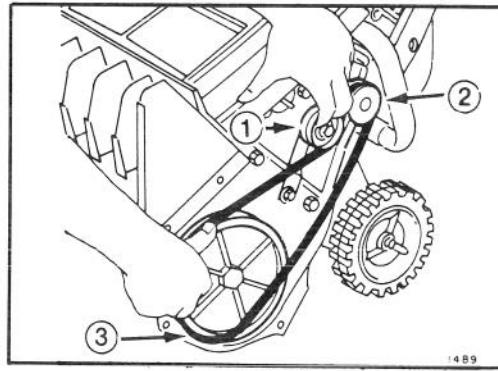

Abb. 10
4. **RIEMENMONTAGE** (Abb. 10) — Den Riemen über die Motorriemenscheibe legen, unter der Spannrolle durchführen und ihn dann über die Rotorriemenscheibe legen. Die Spannrolle nach oben ziehen und die Rotorriemenscheibe vorwärtsdrehen, bis der Riemen in die Scheibe passt.